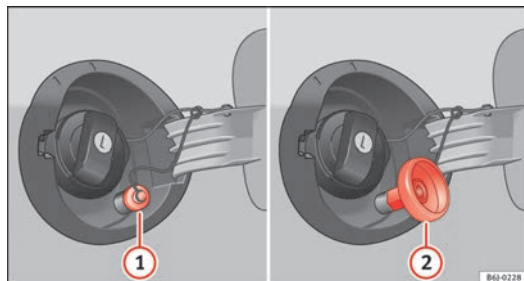

Fig. 128 Tapa del depósito abierta con boca de carga de GLP y adaptador.
- Desenrosque el tapón de la boca de carga de gas ⇒ fig. 128 ①.
- Enrosque el adaptador necesario ⇒ fig. 128 ② en la boca de carga de gas ①.
- Desenrosque el adaptador ⇒ fig. 128 ②.
- Enrosque el tapón en la boca de carga de gas ⇒ fig. 128 ①.